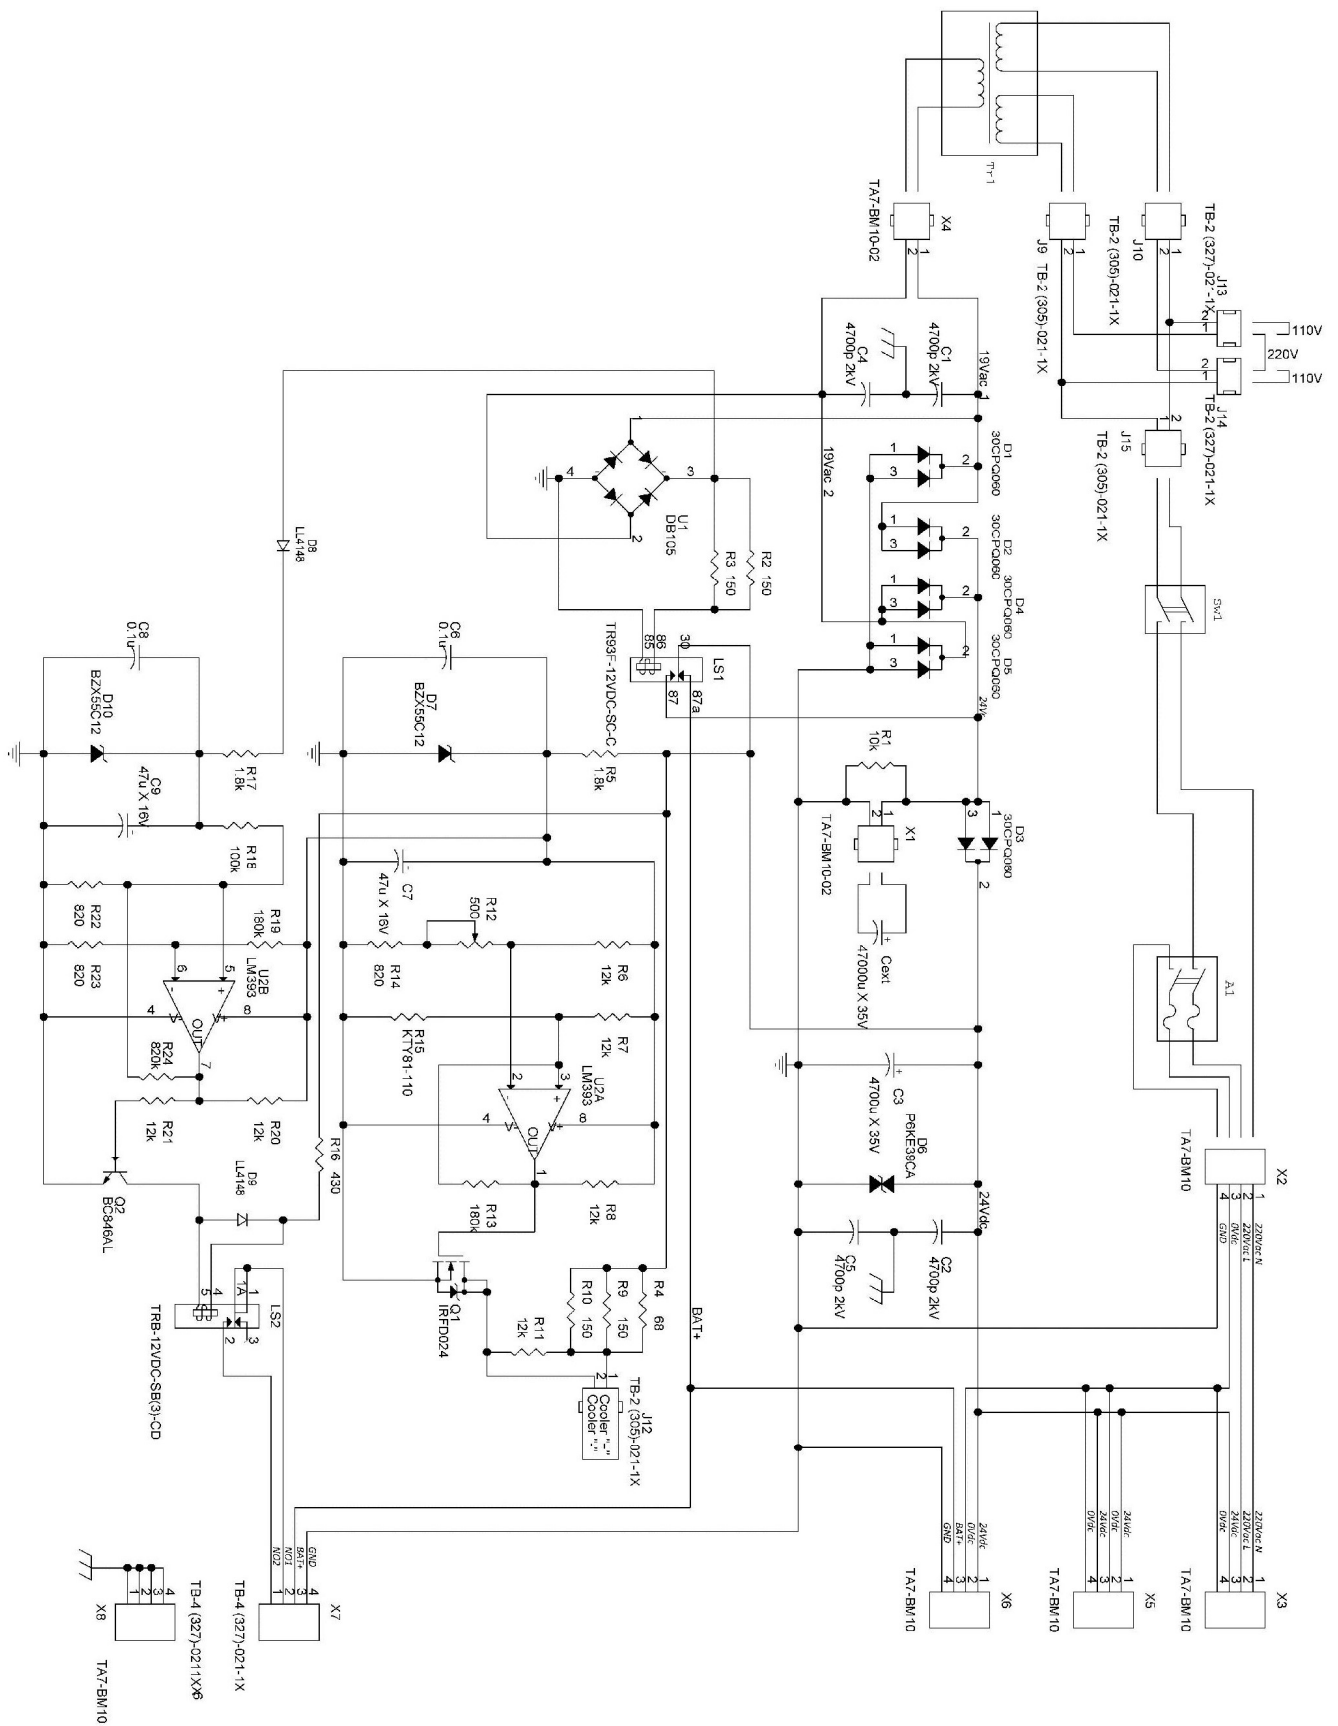

Рисунок 1. Функциональная схема БП
Переключение БП на резервный источник происходит автоматически при отказе или выключении основного питания. Переход на аварийное питание можно сопровождать визуальной, звуковой или иной сигнализацией аварийной работы. Устройство, служащее для сигнализации аварийной работы, управляется реле LS2 через клеммы «ALERT OPEN». Размыкание «сухих» контактов реле LS2 (смотрите Рисунок 1) происходит при пропадании основного входного напряжения.
- провод соединённый с одной стороны с трансформатором Т1 (смотрите Рисунок 1) и клеммой «J10» с другой стороны освободите из клеммы «J10».